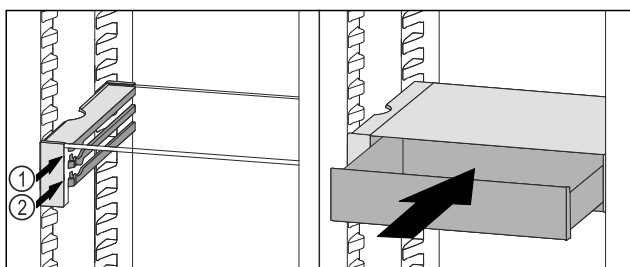

Fig. 130
- ▶ ZałoŹyć szuflad VarioSafe za stoperami na wybranych zebach Fig. 130 (1) lub Fig. 130 (2).